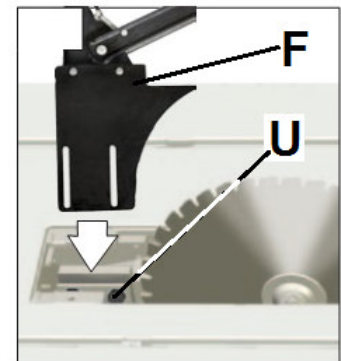

Рис. 22
Расклинивающий нож (F, Рис. 22) фиксируется 4 винтами (U) и гайками.